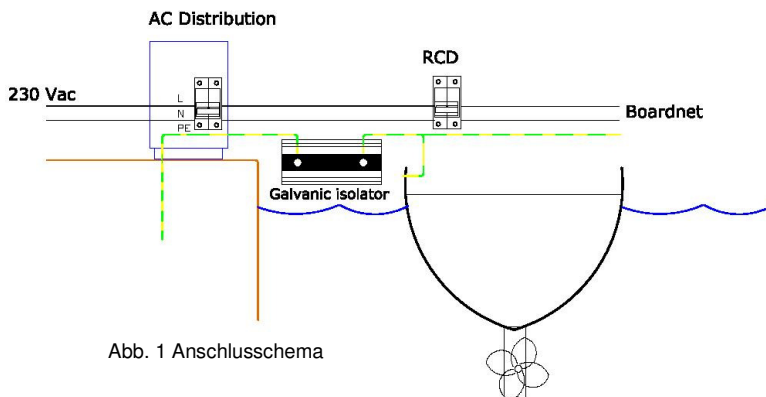

Abb. 1 Anschlusschema
- 2.3. Schließen. Sie den galvanischen Isolator in der grün-gelben Erdleitung entsprechend der Abb. 1 an.